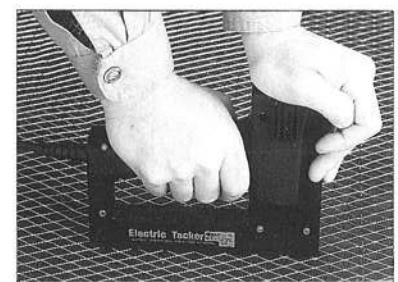

図4
- ⑤スイッチロックをONして下さい。
- ⑦電源コードのプラグを差し込んで下さい。
- ⑤スイッチロックをOFFにして下さい。
- ④スイッチ引きがねを引いてご使用下さい。
- ⑥本体ヘッドを片手で押してご使用しますと、針は最後まで正確に打ち込むことができます。(図4参照)。